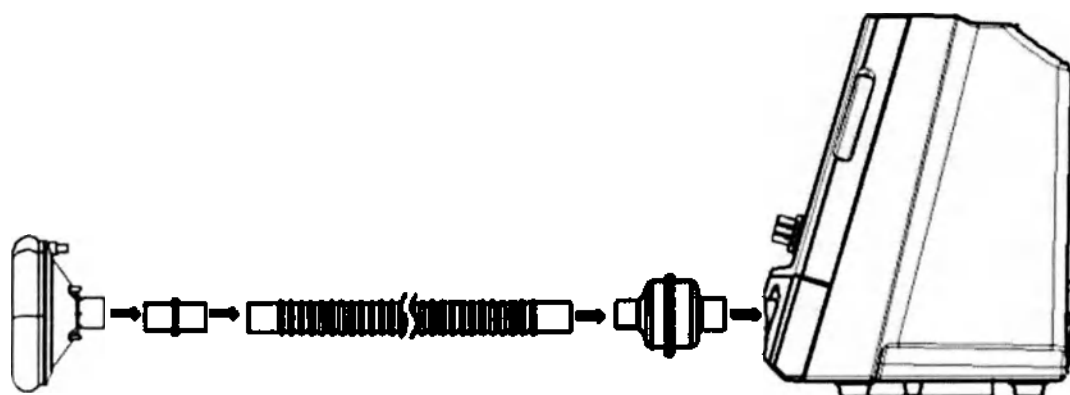

Рисунок 28- Сборка контура пациента
- 3) Соедините контур пациента: бактериальный фильтр подсоедините к порту воздухоотвода на основном блоке изделия. Подсоедините дыхательную трубку к бактериальному фильтру. Подсоедините адаптер для присоединения к маске или трахеостоме к дыхательной трубке, а затем - к маске или трахеостомической трубке, как показано на Рис. 28